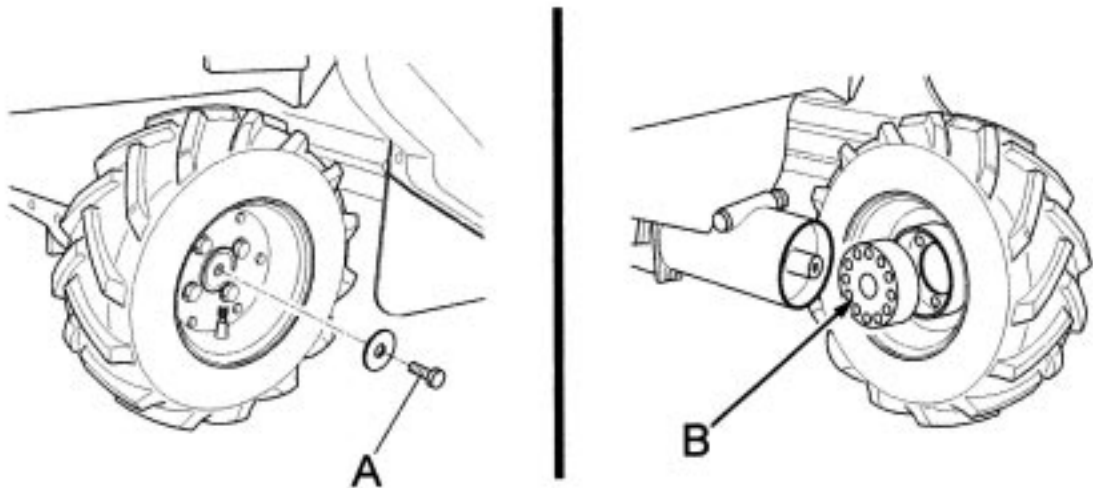

Fig. 16
- Toutes les 50 heures, graisser les dispositifs de déblocage roues en enlevant la vis centrale indiquée fig. 16 (réf. A). Enlever la roue avec le moyeu puis graisser la partie découverte (fig. 16, réf. B) et remonter la roue.